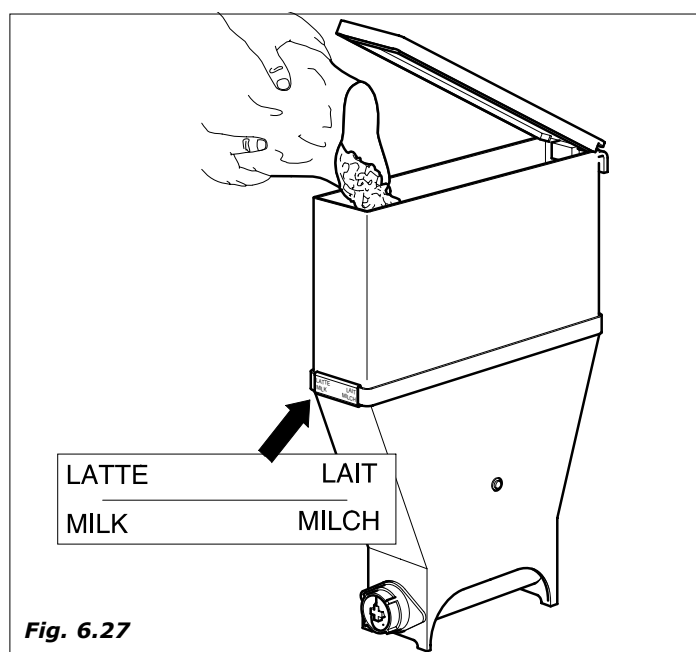

Fig. 6.27
- Quitar la tapa de todos los contenedores y colocar el producto adecuado según muestra el rótulo (Fig.6.27)